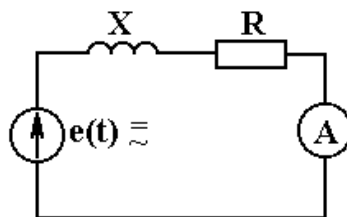

Рис.3
10. На рис.3 изображена схема для измерения активного и реактивного сопротивления.